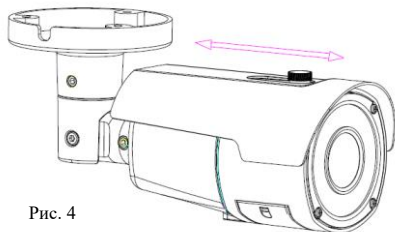

Рис. 4
11. После настройки поля наблюдения в обязательном порядке оцените наличие или угрозу появления фронтальной или боковой засветки, например, солнце, фонарь, встречный свет фар автомобиля, и по возможности попытайтесь отстроиться от нее путем выдвигания козырька (рис. 4).